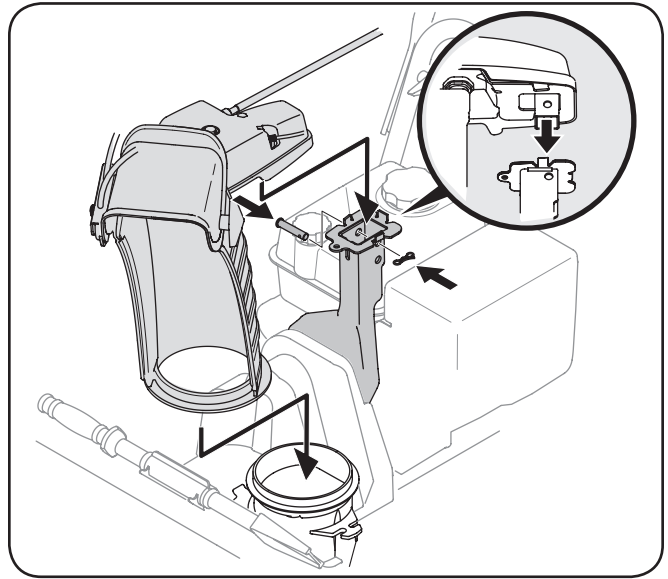

Figura 3-5
3. Coloque el canal sobre la base del canal y asegúrese de que la varilla de control del canal se encuentre debajo del panel de la manija. Asegure el cabezal de control del canal a la ménsula de soporte del canal con el pasador de horquilla y el pasador de chaveta con unión curva que se extrajeron en el paso 1. Consulte la Figura 3-5.